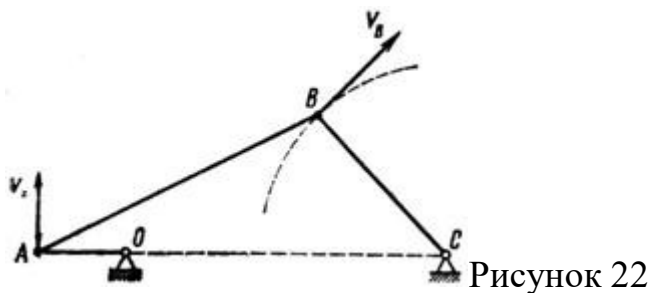

Рисунок 22
3. В четырехзвенном механизме ОАВС (рис. 22) точка А движется по круговой траектории радиусом  $OA = 0,15 \text{ м}$ , а точка В – по дуге радиусом  $BC = 0,3 \text{ м}$ ,  $OC = 0,5 \text{ м}$ . Определить для данного положения механизма скорость точки В, если  $v_A = 4,55 \text{ м/с}$ .